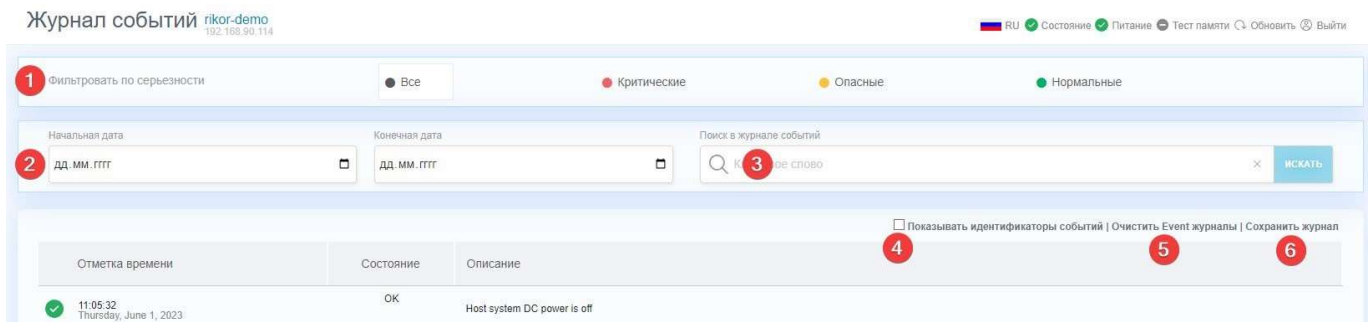

Рисунок 39 - Меню «Состояние»/ Страница «Журнал событий», панель инструментов
В панели инструментов (Рисунок 39) работают фильтры по дате (2), серьезности события (1); возможен поиск события по полному или частичному совпадению (3).